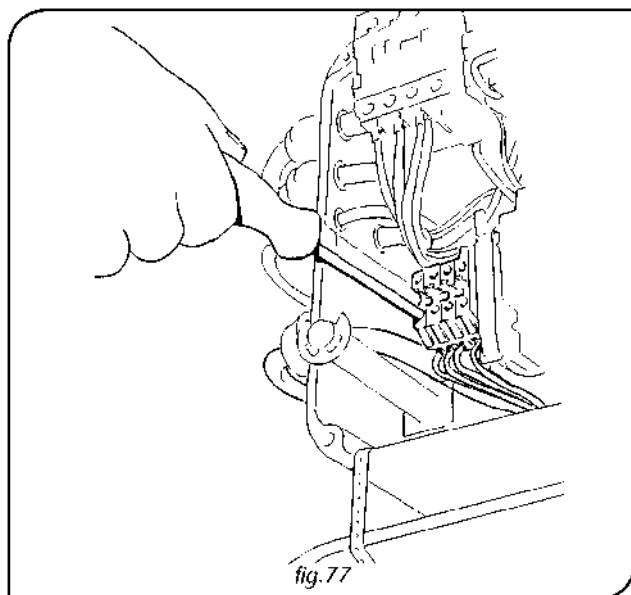

fig. 77
5. Podłączyć wszystkie okrągłe i płaskie kable do terminala postępując według instrukcji pokazanej na wykresie obwodu elektrycznego, podłączyć żółte/zielone przewodniki do odpowiednich zacisków uziemiających i upewnić się, że zaciski zostały dokładnie zaciśnięte w celu zapobieżenia niepewnym podłączeniom (rys. 77).